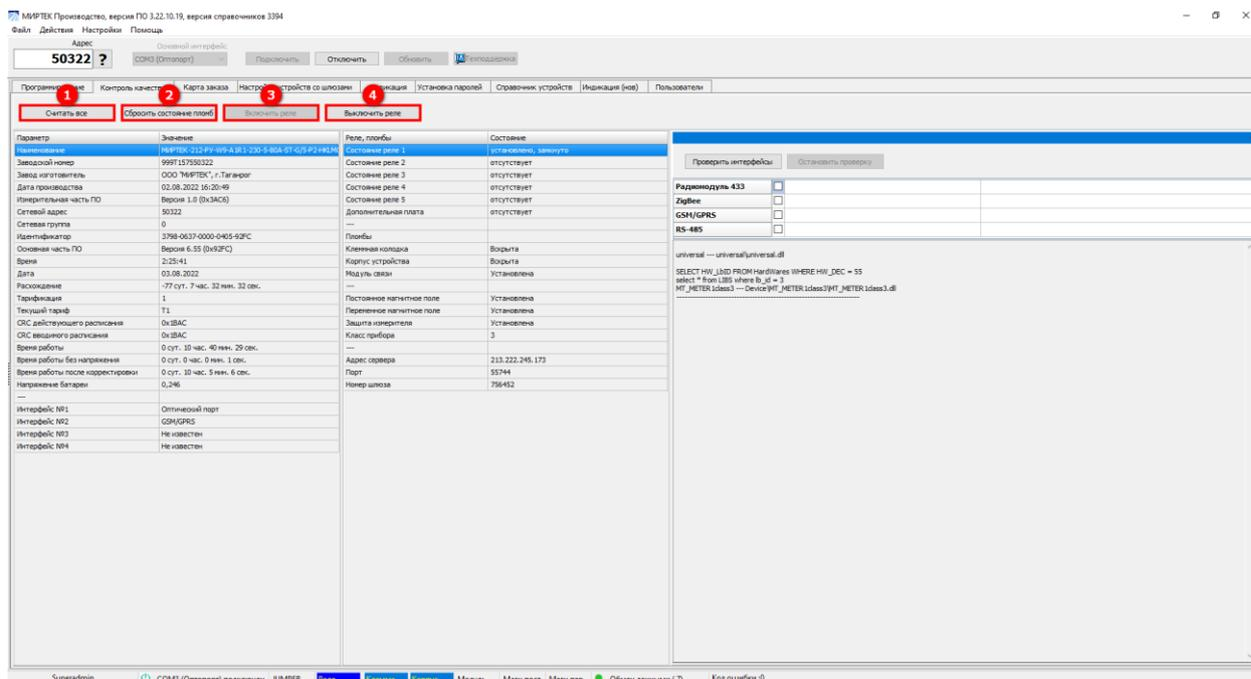

Рисунок 22 – Контроль качества
Кнопка **Считать все** (1) (см. рисунок 22) предназначена для считывания и обновления всех параметров, отображаемые в данной вкладке.